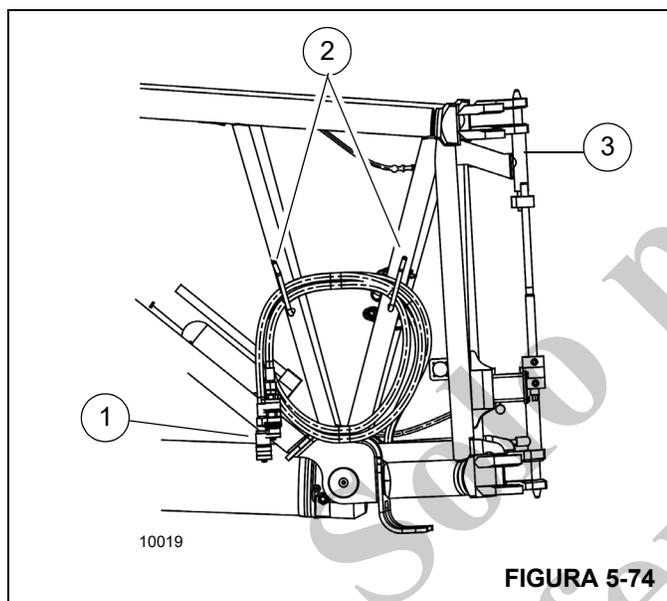
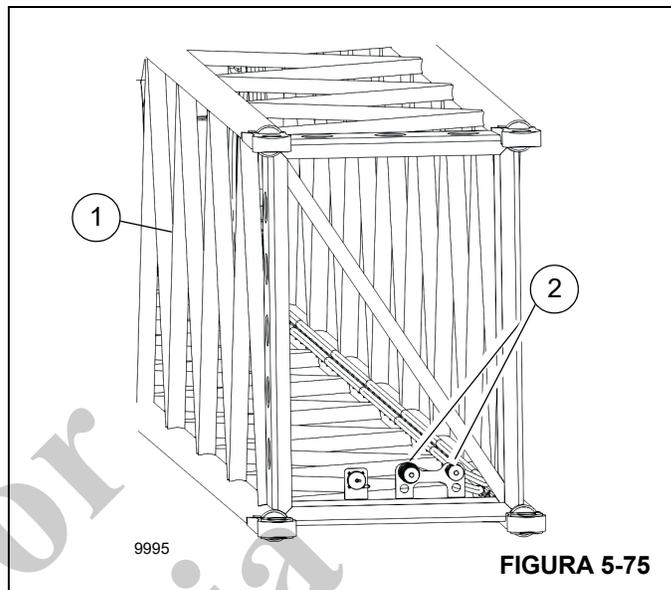

FIGURA 5-74
FIGURA 5-75
1. Retire las mangueras largas (1, Figura 5-74) de los soportes (2) en la extensión de la pluma (3).
2. Retire las tapas protectoras de las mangueras (1).
3. Tienda las mangueras (1, Figura 5-74) hasta la parte delantera del inserto de celosía (1, Figura 5-75).
4. Retire las tapas protectoras de los conectores de las mangueras hidráulicas (2) en el inserto de celosía (1).
5. Conecte las mangueras de extensión de la pluma (1, Figura 5-74) a las mangueras hidráulicas en el inserto de celosía (2, Figura 5-75).
1. Desconecte las mangueras de extensión de la pluma (1, Figura 5-74) de los conectores hidráulicos (2, Figura 5-75) en el inserto de celosía (1).
3. Asegure las mangueras de extensión de la pluma (1, Figura 5-74) a los ganchos (2) de la extensión de la pluma (3).